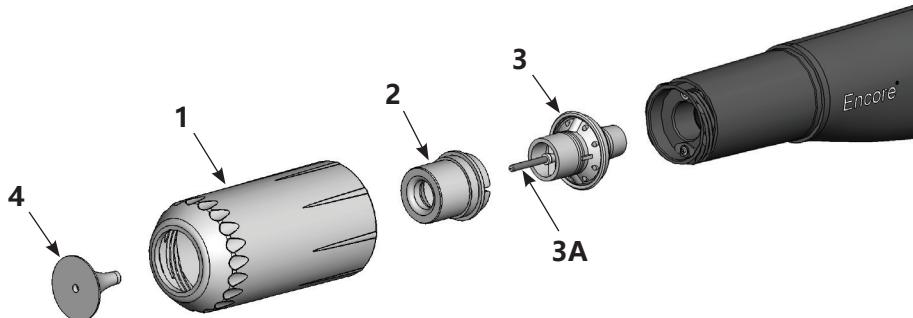

图 4-2 更换可选导流器和锥形喷嘴
1. 参见图 4-2。要更换导流器 (4), 请将其从电极组件 (3) 中轻轻拉出。如果仅更换导流器, 请在电极组件上安装新的导流器, 小心不要折弯电极线。
2. 若要更换整个喷嘴, 请以逆时针方向拧松喷嘴螺帽 (1)。
3. 从电极组件上拔出锥形喷嘴 (2)。